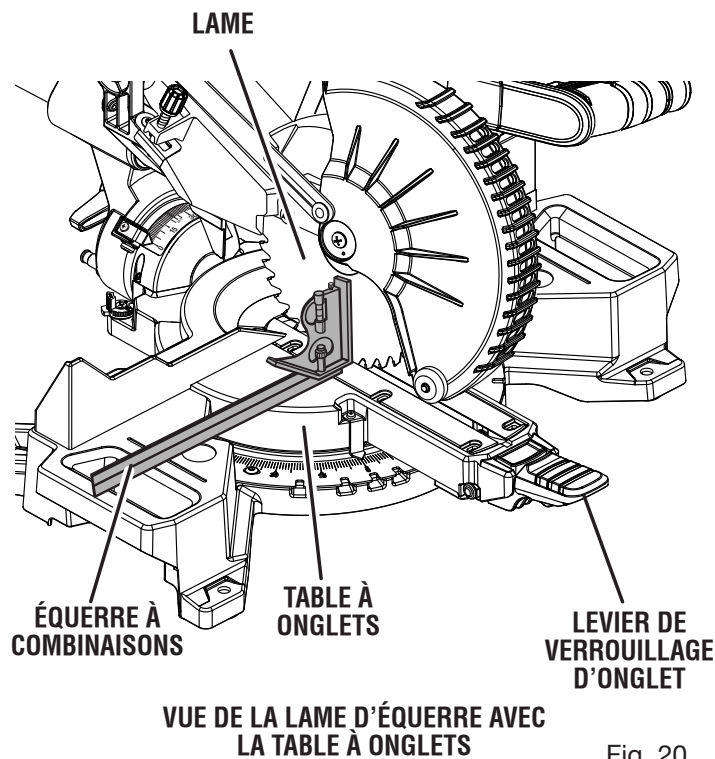

Fig. 20
Voir les figures 20 à 22.
- Le bord de l'équerre et la lame doivent être parallèles, comme le montre la figure 20.